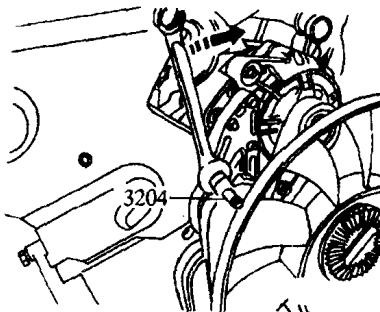

图 1-11
(11) 用专用工具 3204 松开动力转向泵、粘液型风扇和发动机的多楔带，如图 1-11 所示。